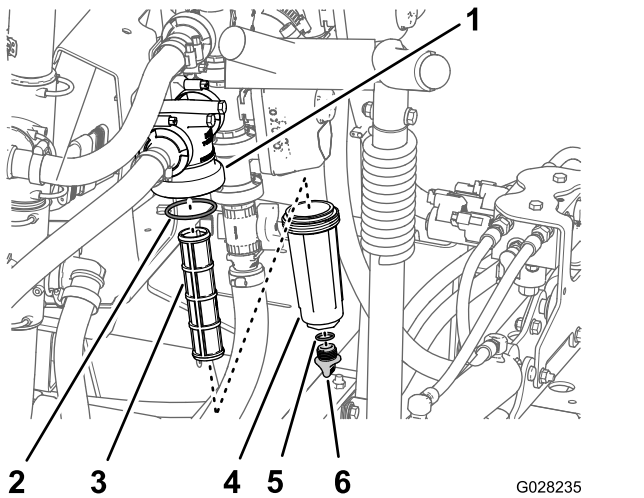

Bild 73
2. Stellen Sie eine Auffangwanne unter den Druckfilter (Bild 73).
3. Drehen Sie die Ablassschraube nach links und nehmen sie von der Glocke des Druckfilters ab (Bild 73).
4. Drehen Sie die Glocke nach links und nehmen den Filterkopf ab (Bild 73).
5. Entfernen Sie den alten Druckfiltereinsatz (Bild 73).
6. Überprüfen Sie den O-Ring für die Ablassschraube (in der Glocke) und den O-Ring für die Glocke (im Filterkopf) auf Beschädigungen und Abnutzung (Bild 73).
7. Setzen Sie den neuen Druckfiltereinsatz in den Filterkopf ein (Bild 73).
8. Befestigen Sie die Glocke am Filterkopf und ziehen sie mit der Hand an (Bild 73).
9. Setzen Sie die Schraube in den Filterkopf ein und ziehen sie mit der Hand an (Bild 73).